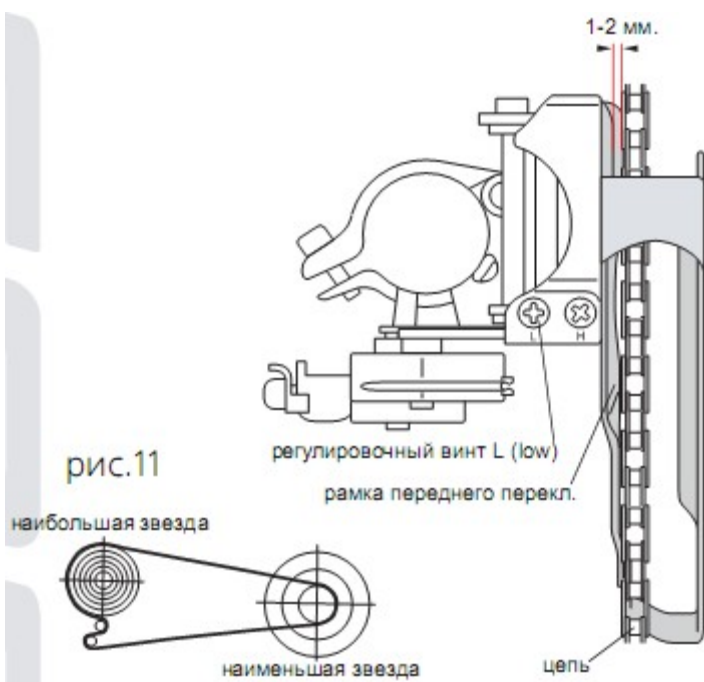

рис.11
3. С помощью регулировочного винта L (low) отрегулируйте крайнее внутреннее положение переднего переключателя таким образом, чтобы цепь находилась на расстоянии 1-2мм от внутренней стороны рамки (рис.11).